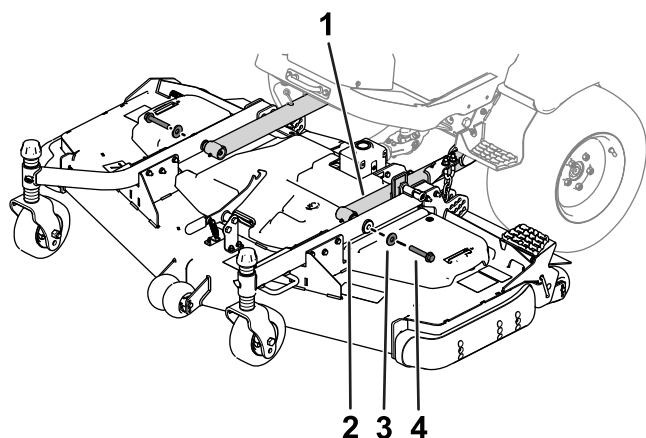

図 5
7. 六角ヘッドボルト2本とワッシャ2枚でキャストアームを昇降アームに連結する 図 5。